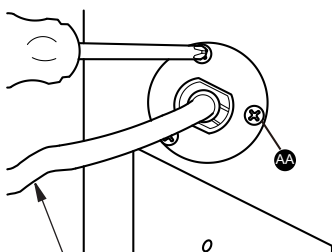

Figura 12 - Instalación del cable de alimentación
2. Conecte el cable de alimentación a la chimenea con tres M4.2X8 tornillos (AA), (consulte la Figura 12).